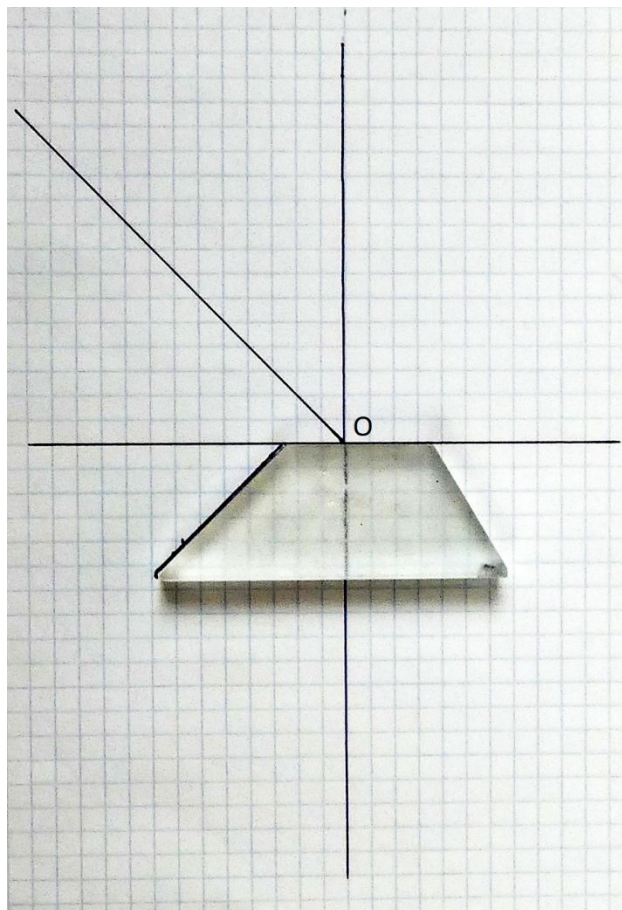

Рис. 2
1. На листі із зошита в клітинку проведемо дві взаємно перпендикулярні лінії так, щоб аркуш поділився на чотири приблизно однакових частини (дивись рисунок 2). Під кутом приблизно  $45^\circ$  проведемо «падаючий промінь». Точка  $O$  – це точка падіння променя.